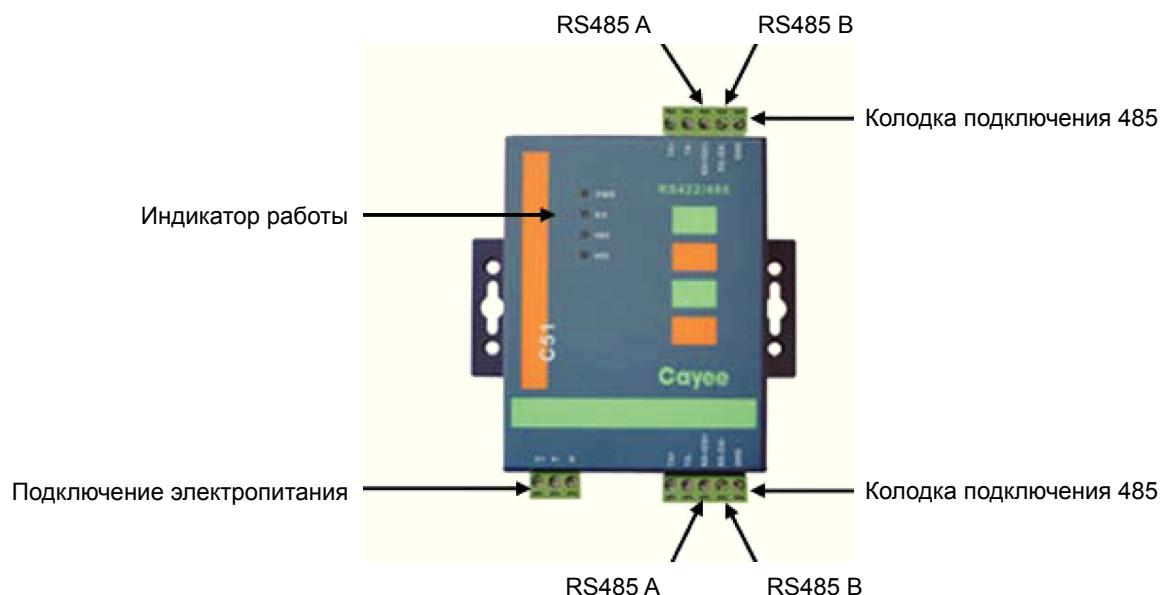

Рис. 7.5
- Ретранслятор (усилитель сигнала) (рис. 7.5) применяется при длине сигнального кабеля более 800 метров или при использовании более 30-ти блоков коммутации МЕ30-00/Е2